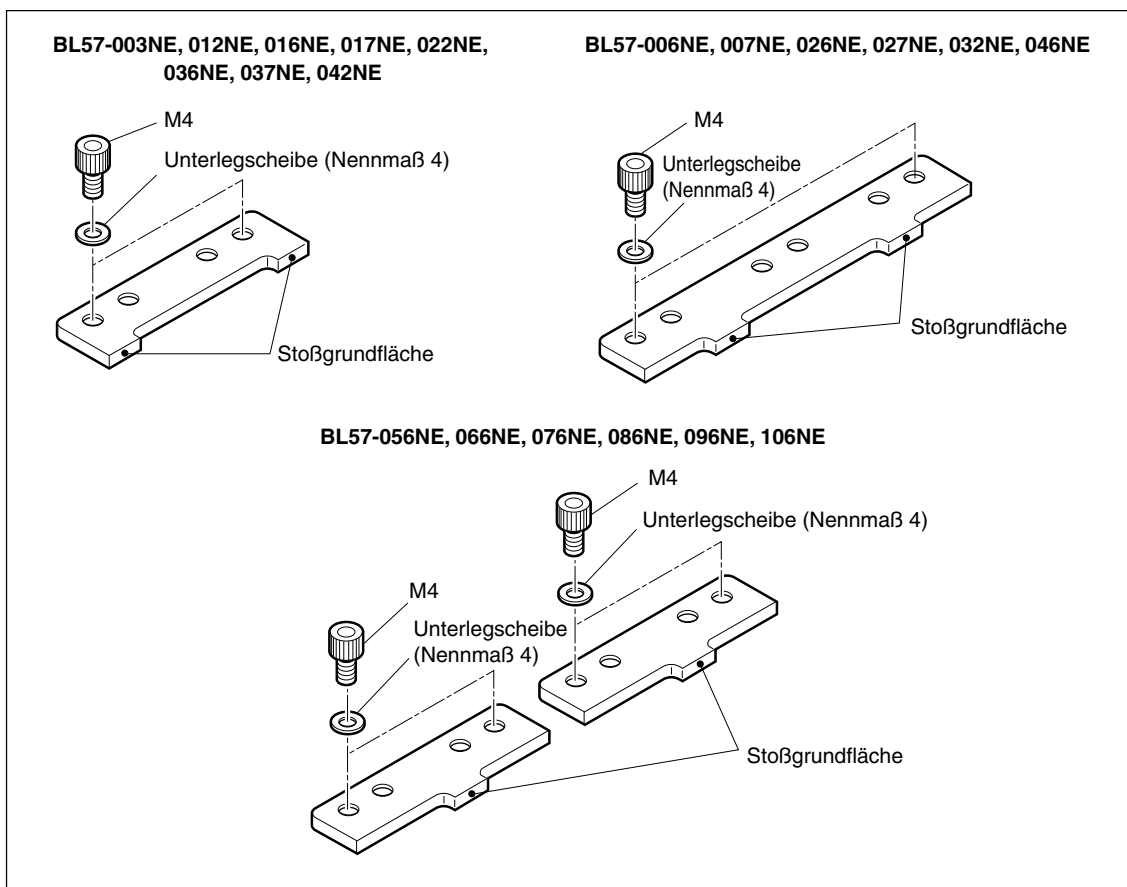

Abb. 3-5
- 4** Schieben Sie den Maßstab zwischen Maßstabsklammer und Montagefläche ein, während Sie seine Bezugsfläche (siehe Abb. 3-5) leicht gegen die Stoßgrundfläche drücken (Hinweis). Ziehen Sie die in der Abbildung mit A und B gekennzeichneten Schrauben der Maßstabsklammer schrittweise und abwechselnd an. (Verwenden Sie nur die linke Maßstabsklammer für Klammern mit zwei Schrauben, und die mittlere Maßstabsklammer für Klammern mit drei Schrauben.) (Endanzugsmoment:  $1,4 \text{ N} \cdot \text{m}$ )